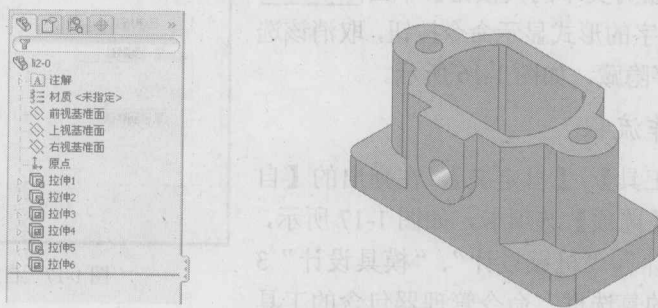

图 1-19 特征管理设计树
- 提供编辑项目的快捷方式。在需要编辑的项目上单击鼠标右键,在弹出的菜单中有多种项目功能,如对于零件模型,可以编辑特征、编辑草图等。图 1-19 所示为右边模型对应的特征设计树。